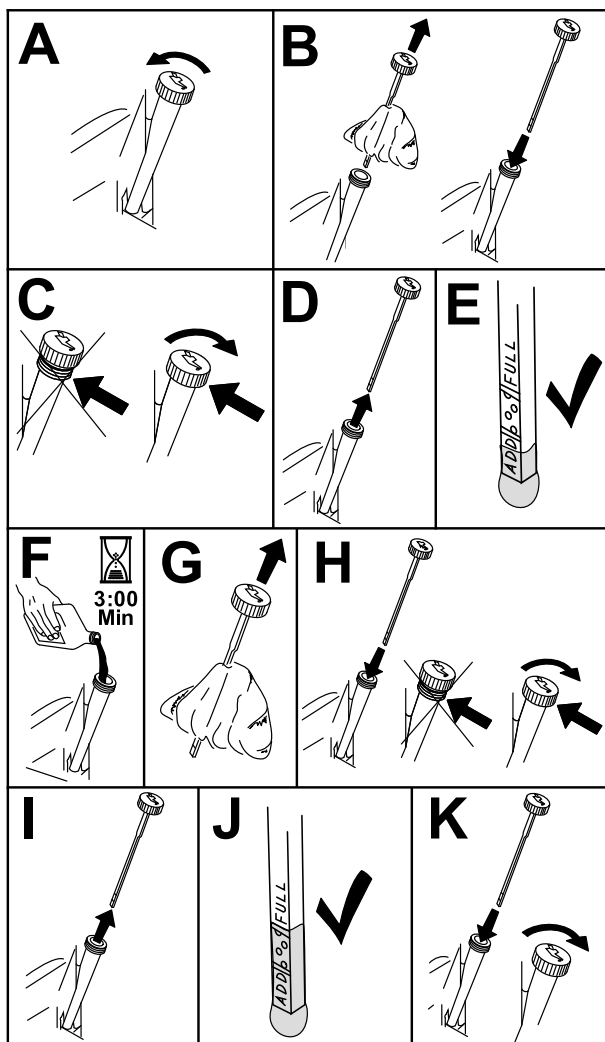

Figura 49
- Pare el motor, retire la llave y espere a que se detengan todas las piezas en movimiento antes de abandonar el puesto del operador (Figura 49).